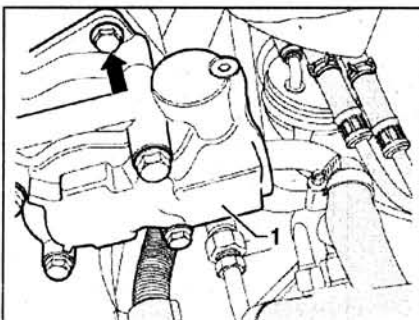

Рис. 6.25. Открутите два болта (стрелка) и снимите насос 1.
2. Открутите два болта (стрелка) и снимите насос 1 (рис. 6.25).